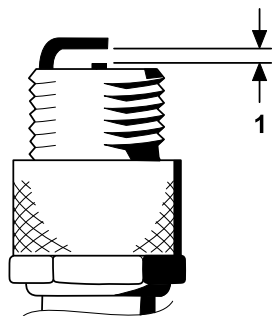

Figure 44
4. Réglez l'écartement entre les électrodes centrale et latérale à 0,76 mm, comme montré à la Figure 44.